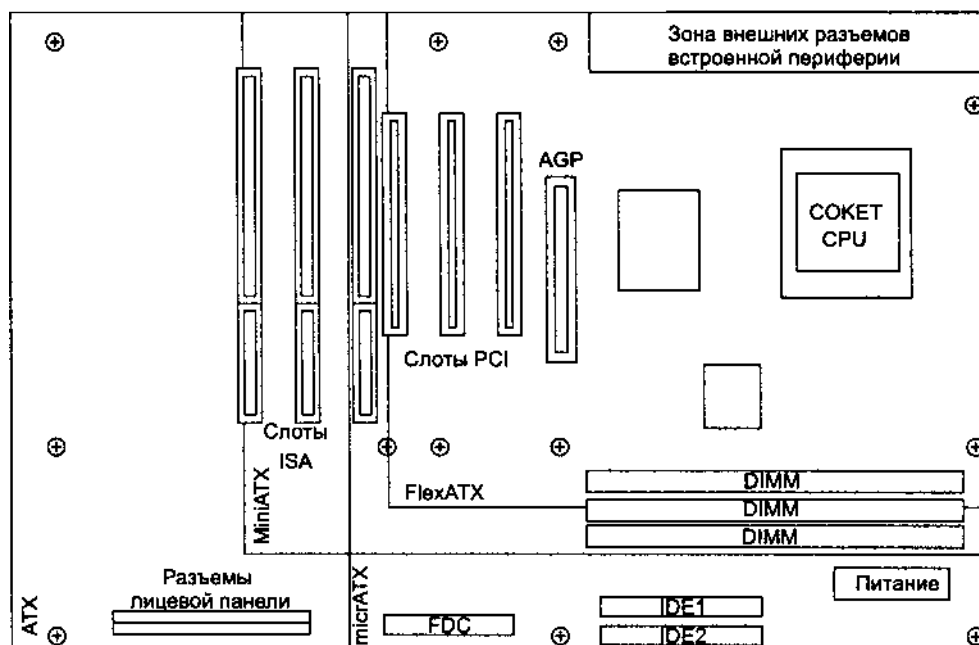

Рис. 6.15. Системная плата ATX
*Стандарт ATX* на конструктив системной платы и корпуса PC определяет размеры плат: полный формат 305 x 244 мм, Mini-ATX — 284 x 208 мм, Micro-ATX — 244 x 244 мм, Flex ATX - 229 x 191 мм. Здесь задается длина (размер по задней кромке 305, 284, 244 или 229 мм), а ширина может быть и меньшей. По сравнению с предшествующим конструктивом AT стандарт ATX существенно упрощает соединения, задавая достаточно удобное местоположение ключевых компонентов системной платы. Представление о расположении компонентов платы ATX и размеров ее различных вариантов дает рис. 6.15. Основные особенности компоновки ATX перечислены ниже: